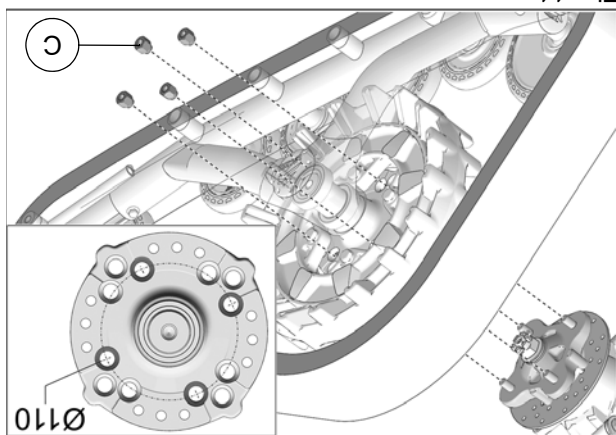

Fig. 11
10. Fixer le système de traction au moyeu de roue arrière. Utiliser le cercle de perçage de Ø110 mm et les écrous de roue (C) fournis. Voir Fig. 11